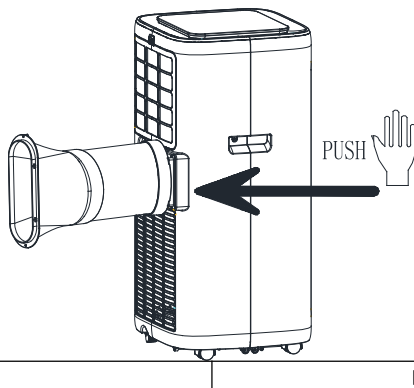

Abbildung 1
1.1 Montage des Wärmerohrs (wie in Abb. 1 gezeigt)
2) Stecken Sie die Wärmerohreinheit (das Ende des Abluftrohranschlusses) in den Lüftungsschlitz an der Rückwand (nach links drücken) und schließen Sie die Montage ab (siehe Abb. 1).